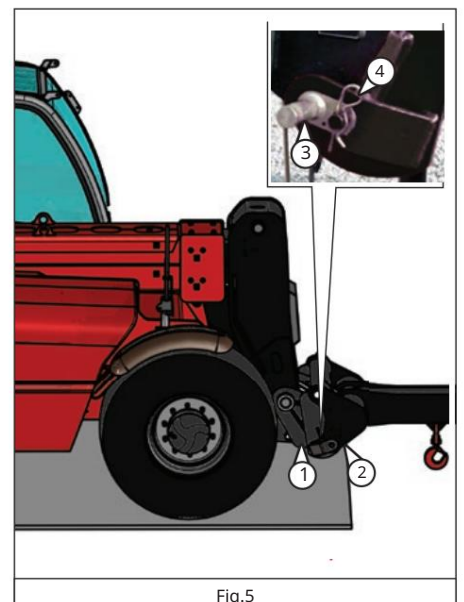

Fig.5
- Înclinați cuplajul înapoi pentru a se conecta la braț (Fig.5, punctul 1, 2).
- Luați știftul de forfecare în suportul prevăzut pe șasiul mașinii și introduceți-l în orificiul cuplajului cu eliberare rapidă pentru a bloca brațul (Fig.5, punctul 3).
Nu uitați să montați știftul despicat (Fig.5, punctul 4).